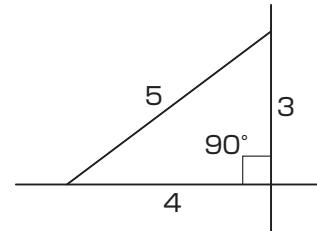

図1-2 直角出し寸法
- ① 「5 基本寸法」を参照して本体の取付位置およびフロアの高さを決めてください。
- ② 前面・両側面に丁張を組んでください。
- ③ 車体に柱寸法の印をつけ、図1-2の方法で直角をだし、束柱の位置を出してください。
- ④ 束柱の位置から、両側の柱位置を決めてください。
- 各コーナーの直角を定規、図1-2の方法等で割り出してください。